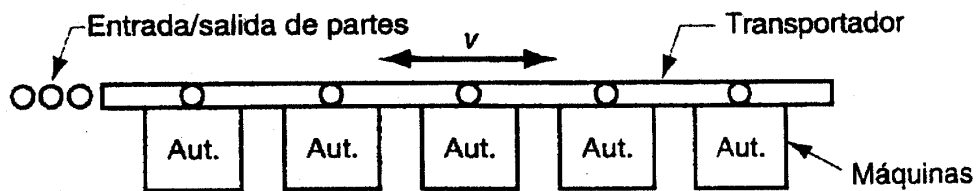

Figura 2.5 Ejemplo de un FMS en línea.
a) En Línea.- Usa un sistema de transferencia lineal para mover las partes entre las estaciones de procesamiento y las estaciones de carga y descarga. Generalmente, este sistema, que se presenta en la figura 2.5, tiene movimiento en dos direcciones, muy similar a una línea de transferencia, y los diferentes estilos de partes de la familia deben de tener la misma secuencia básica de procesamiento debido al limitado flujo de dirección.